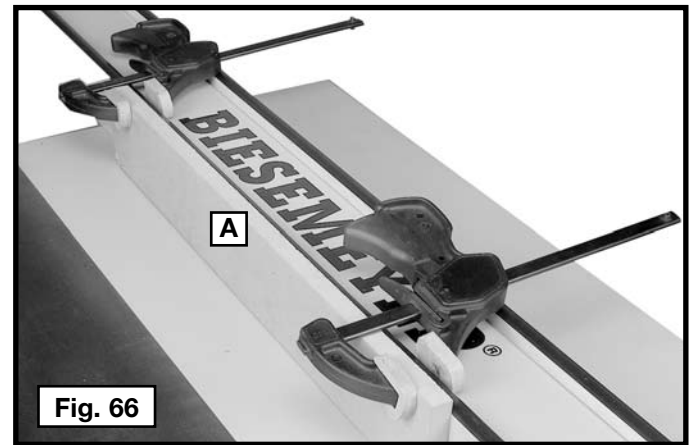

Fig. 66
Planche de repère (A) fig. 66 sur un ou chaque côté du guide longitudinal. Selon le guide, la planche de repère se fixe au guide à l'aide de vis à bois dans des trous percés dans le guide ou à l'aide de deux bries de fixation (fig. 66). Pour la plupart des travaux, une pièce de 19,1 mm (3/4 po) est convenable même si parfois un travail requiert une planche de repère de 25,4 mm (1 po).